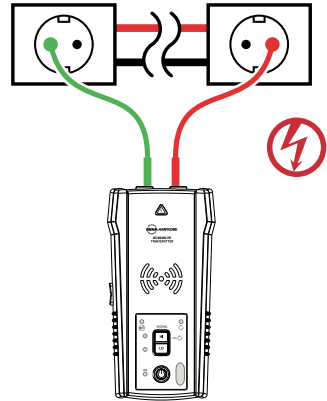

Figure 3.1a : Raccordement approprié avec neutre séparé
2. Avec les câbles d'essai fournis en accessoires, raccordez le câble d'essai rouge au fil de ligne/phase tracé. Sur les systèmes sous tension, le signal sera **UNIQUEMENT** transmis entre le côté charge auquel le transmetteur est raccordé et la source d'alimentation (voir Figure 3.1a).